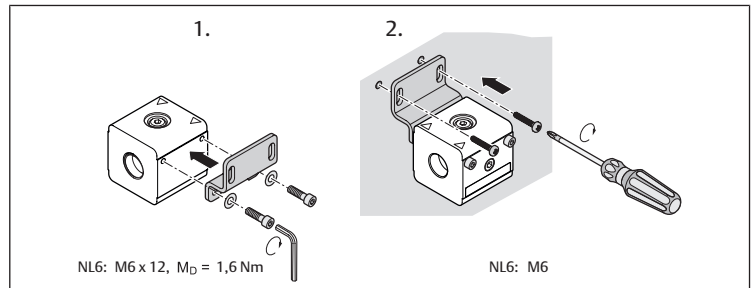
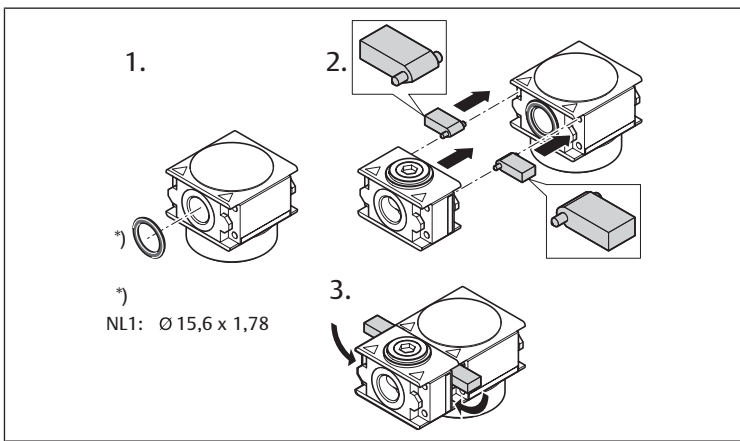
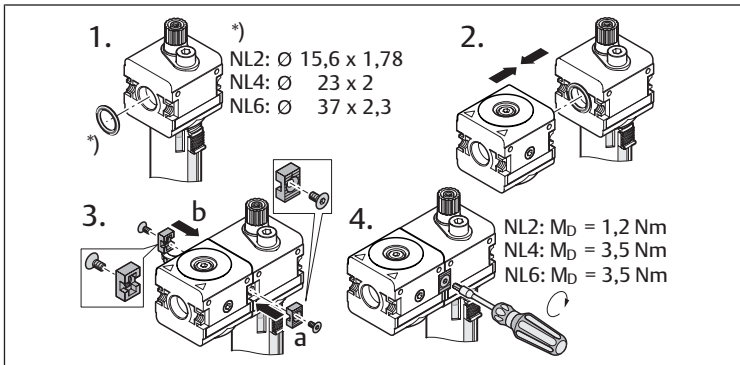

Abb. 10: Befestigung mit Befestigungsplatte W01 | Serie NL6
Abb. 11: Verblockung mit Verblockungssatz W04
Abb. 12: Verblockung mit Verblockungssatz W04
- ▶ Beachten Sie die Abbildungen → Abb. , → Abb. 10, → Abb. 11, → Abb. 12 und → Abb. 13